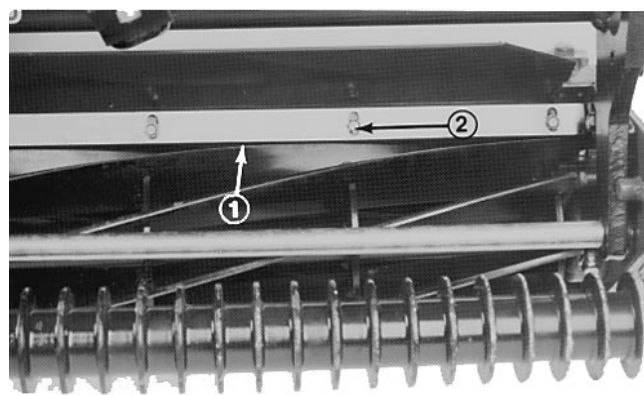

Fig. 5
1. Løsn skruerne, der fastholder topstangen (Fig. 5). Sæt et 1,52 mm søgerblad ind mellem toppen af knivcylinderen og stangen og stram skruerne (Fig. 5). Sørg for at afstanden mellem stangen og knivcylinderen er ens i hele knivcylinderens bredde.